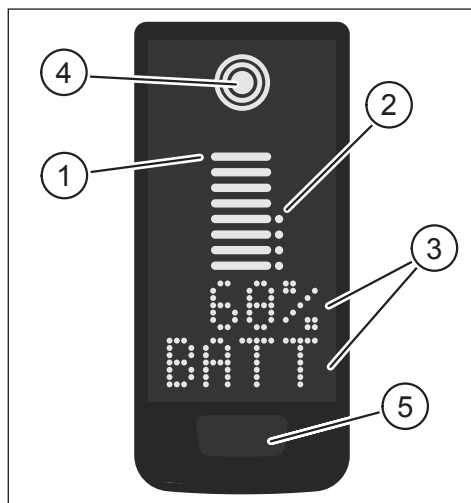
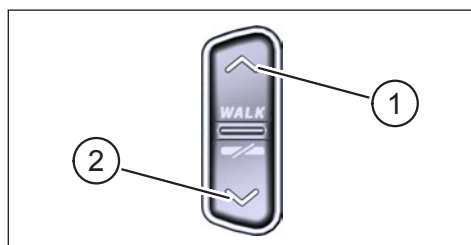

Fig. 1: Éléments de commande et d'affichage sur Display
Fig. 2: Éléments de commande sur la Remote
Pos. dans Fig. 1	Description
Pos. dans Fig. 2	Description
- ▶ Maintenir la touche de commande sur Display (élément 5 Fig. 1) et la touche de commande BAS sur la Remote (élément 2 Fig. 2) enfoncées pendant au moins 5 secondes.
- Une **double clic** pression sur la touche de commande de Display (élément 5 Fig. 1) permet de passer à Display suivant.